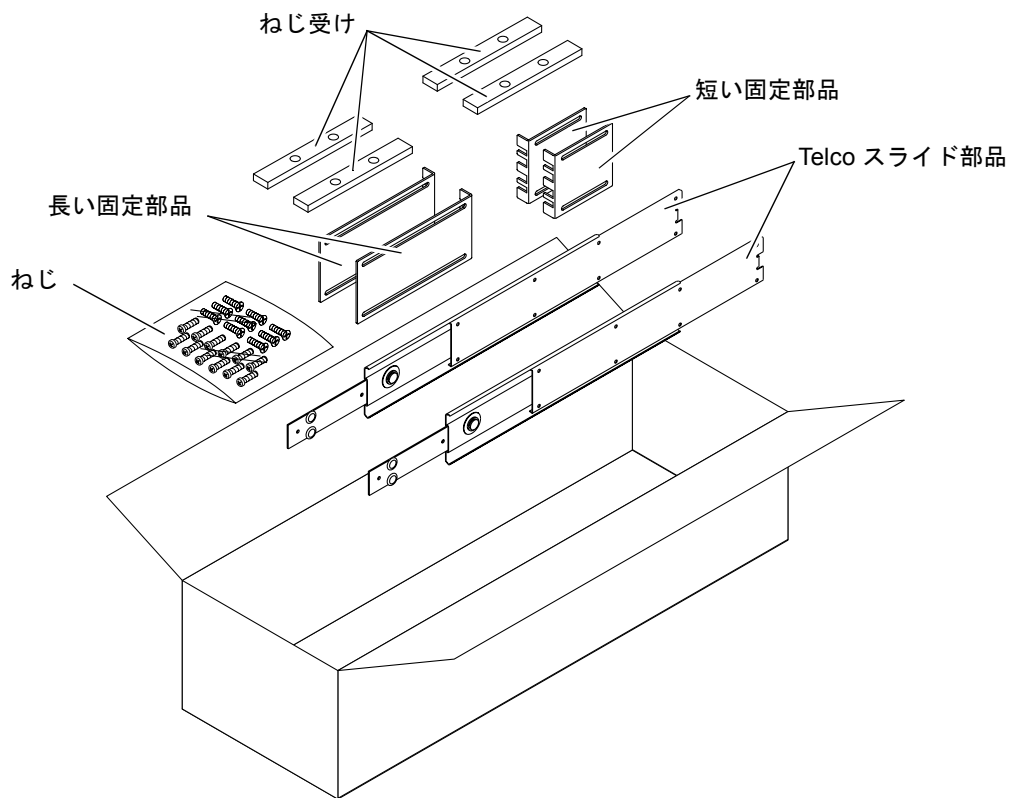

図 3-6 19 インチ 4 ポストのスライドレールキットの内容
3. ラックキットから Telco スライド部品を取り出します (図 3-6 を参照)。
6. ラックマウントキットから短い固定部品と長い固定部品を取り出します (図 3-6 を参照)。